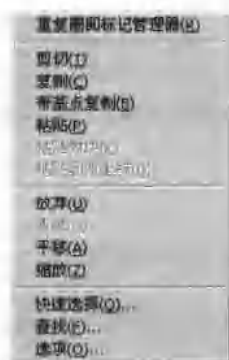
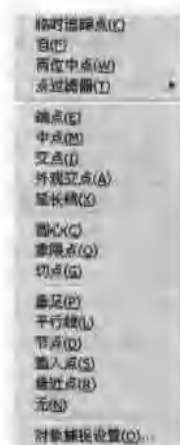

图 1-4 右击弹出的快捷菜单
图 1-5 按住 `Ctrl` 键不放，右击弹出的快捷菜单
(4) 在图形的空白区域上右击，会弹出快捷菜单，如图 1-4 所示。如果右击的同时按下 `Ctrl` 键，所弹出的快捷菜单如图 1-5 所示。